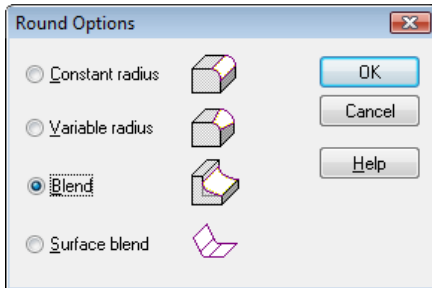

Fig. 8.10 Fereastra de opțiuni a comenzii Round
- deschidem fereastra de opțiuni  și selectăm opțiunea **Blend**, conform fig. 8.10. Apasam **OK**